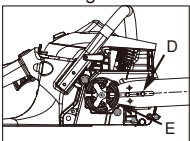

Fig. 3C
6. Plasser åpningsenden av styreskinne over skinnebolten (D). Skyv styreskinne bak koblingstrømmelen (E) til styreskinne stopper. (Fig. 3C)